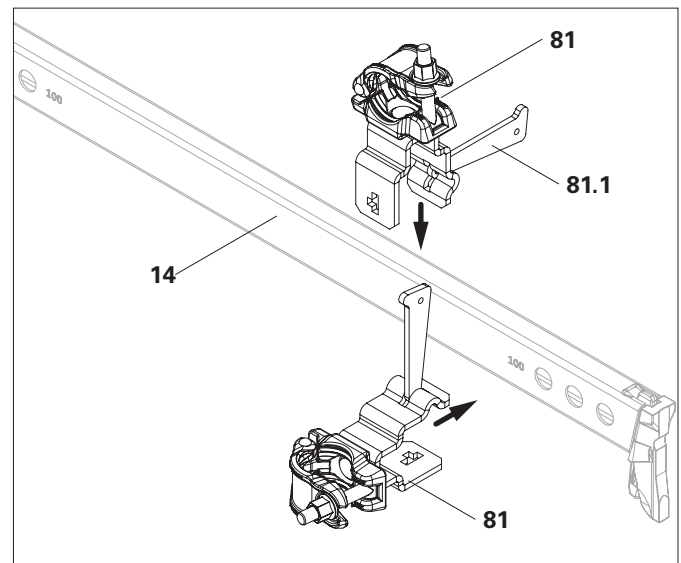

Fig. A10.03a
1. Estrarre il cuneo (**81.1**) dalla chiavetta di serraggio e inserire la chiavetta di serraggio sul corrente orizzontale (**14**) dal lato o dall'alto. (Fig. A10.03a)